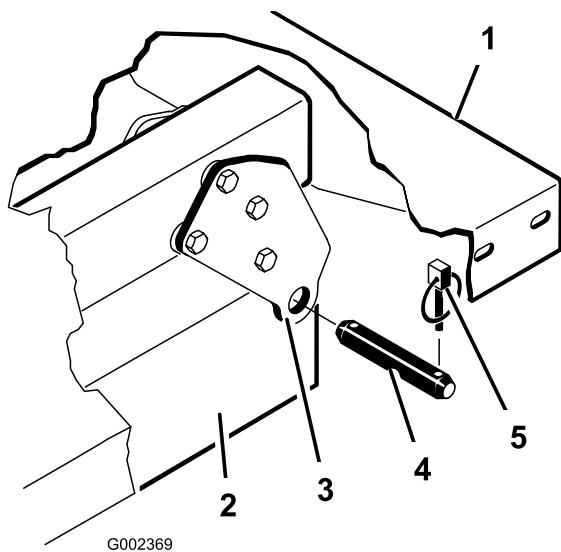

Figure 4
- Retirez les goupilles à anneau et les axes de chape qui fixent les supports de pivot aux profilés du cadre de la machine (Figure 4).